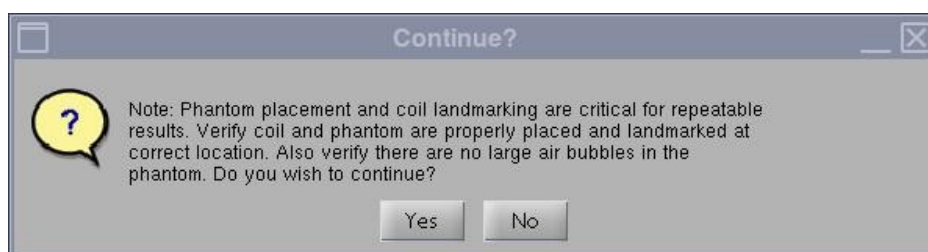

图 4
3. 启动时，将显示一条注释，说明“Phantom placement and coil landmarking are critical for repeatable results（模体放置和线圈标记对准对于可重复的结果至关重要）”。如果已正确设定标记，并且模体中没有气泡，则单击 **[Yes（是）]**，继续。（图 4）。